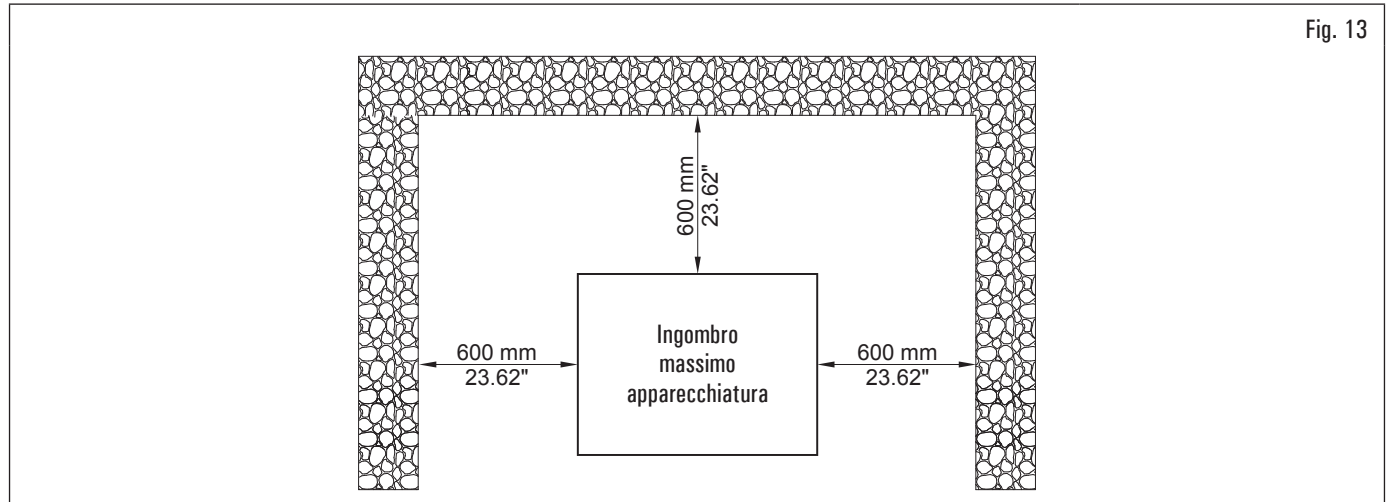

Fig. 13
- L'apparecchiatura può essere utilizzata da un solo operatore per volta. Le persone non autorizzate devono rimanere all'esterno della zona di lavoro indicata in Fig. 13.
L'installazione dell'apparecchiatura necessita di uno spazio utile come indicato nella Fig. 13. Il posizionamento dell'apparecchiatura deve avvenire secondo le proporzioni indicate. Dalla posizione di comando l'operatore è in grado di visualizzare tutta l'apparecchiatura e l'area circostante. L'operatore deve impedire, in tale area, la presenza di persone non autorizzate e di oggetti che potrebbero causare fonte di pericolo.